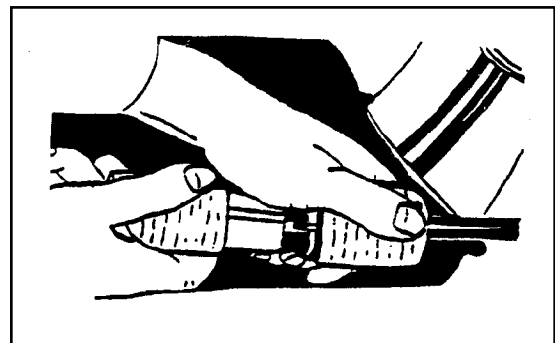

Abbildung 5
2. Vergewissern Sie sich, dass der Stromschalter auf "AUS" steht. Für die Position "AUS" wird der Schalter aktiviert, indem er in Richtung des Bedieners gezogen wird. Siehe hierzu die Markierungen auf dem Schalter. Schließen Sie das Versorgungskabel an das Motorstromkabel an. (Abbildung 5)